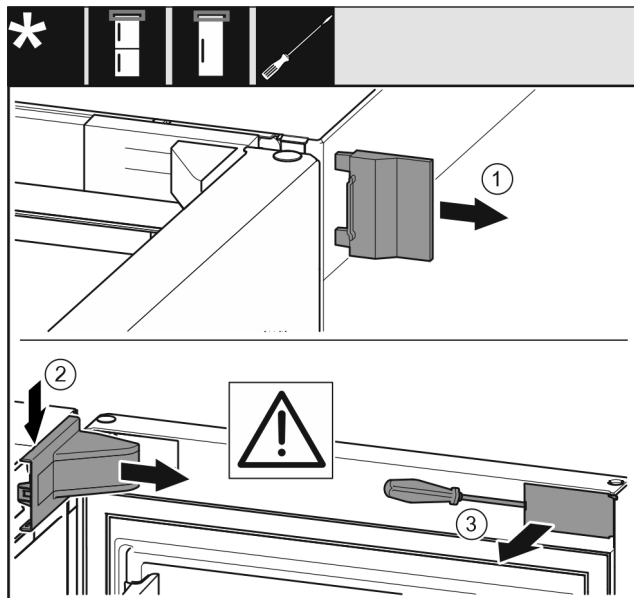

Fig. 7
- Zdjąć zewnętrzną osłonę Fig. 7 (1).
- Wyczepić i zdjąć osłonę płytki zawiasu Fig. 7 (2).
- Wyczepić zaślepkę Fig. 7 (3) śrubokrętem i odchylić w bok.